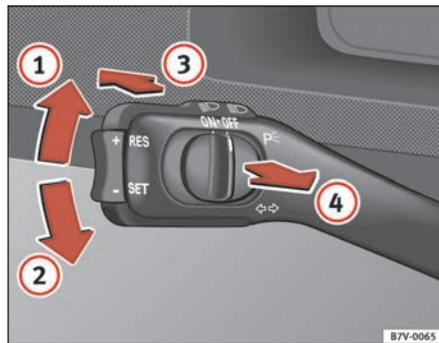

Fig. 73 Palanca de intermitentes y de luz de carretera
- Desplace la palanca hacia arriba hasta el tope ⇒ fig. 73 ① para encender el intermitente **derecho**, o hacia abajo ② para encender el intermitente **izquierdo**.